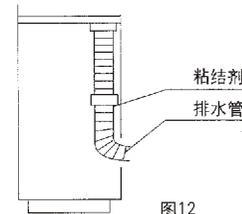

图12
- (2) 排水管应由内向外如图所示倾斜, 以便冷凝水排除。
- (3) 为了防止排水管接口处泄漏, 请在接口处使用粘剂, 见图12。
- (4) 安装时可根据具体情况来布置管道走向, 既可由后板孔内通出, 也可在左右侧板相应的孔中通出。